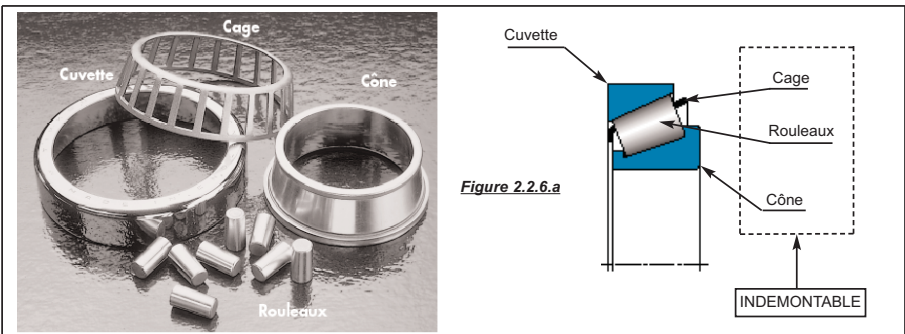

Figure 2.2.6.a
- Emmancher à fond la bague intérieure (cône) du gros roulement sur la fusée, il est important de veiller à ne pas endommager la cage du roulement, pour remonter l'ensemble cône, rouleaux et cage figure 2.2.6.a sur la fusée utiliser si nécessaire un outillage comme le montre la figure 2.2.6.b, l'effort de poussée doit s'appliquer uniquement sur le cône, en aucun cas sur la cage ou les rouleaux ce qui entraînerait une détérioration du roulement.